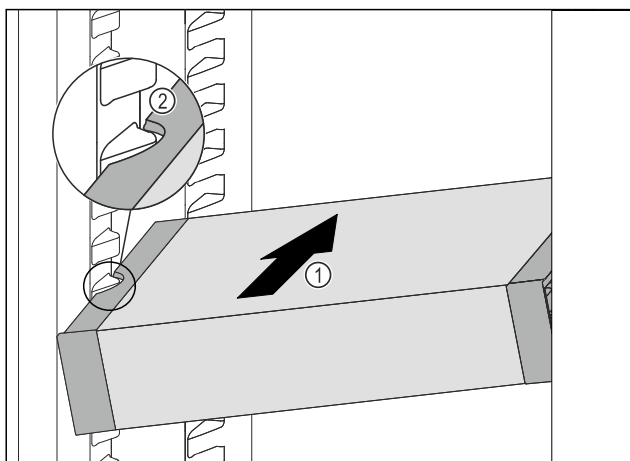

Fig. 94
- VarioSafe wsunąć ukośnie do chłodziarki Fig. 94 (1), aż boczne wycięcia Fig. 94 (2) VarioSafe będą się znajdować na wysokości żeber pojemnika w chłodziarce.